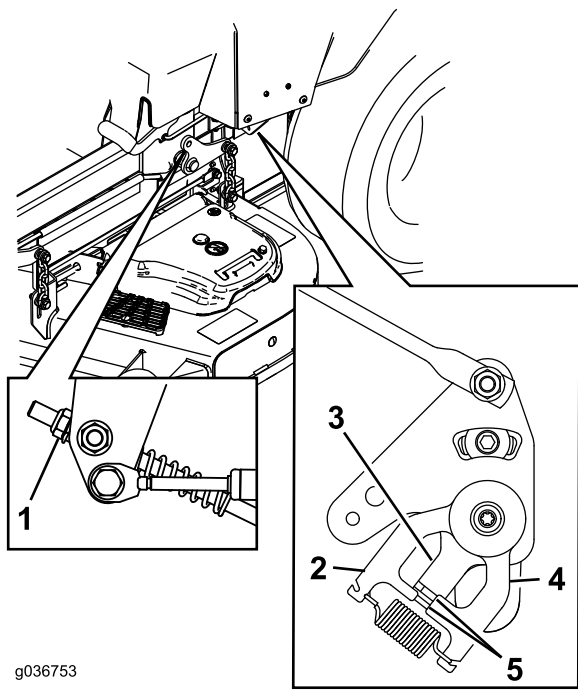

Figure 88
11. Réglez la longueur des tiges de pompes en tournant l'écrou dans le sens voulu jusqu'à ce que les roues tournent légèrement en marche arrière (Figure 87 et Figure 88).